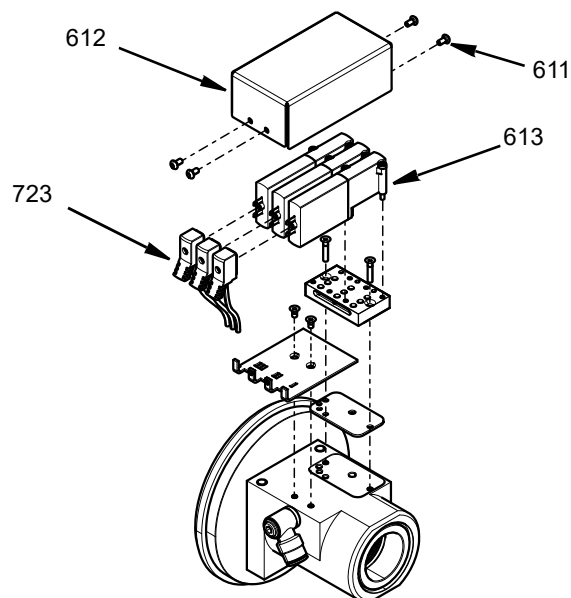

図 20
12. ソレノイドバルブとマニホールドには、カバー (612) を取り外し、さらに 4 本の M3 ネジ (611) を取り外したらアクセスできます。ケーブルコネクタ (723) を取り外して、ソレノイドバルブ (613) を取り付けられているネジから取り外すことができます。以下を参照してください：図 20 を参照ください。